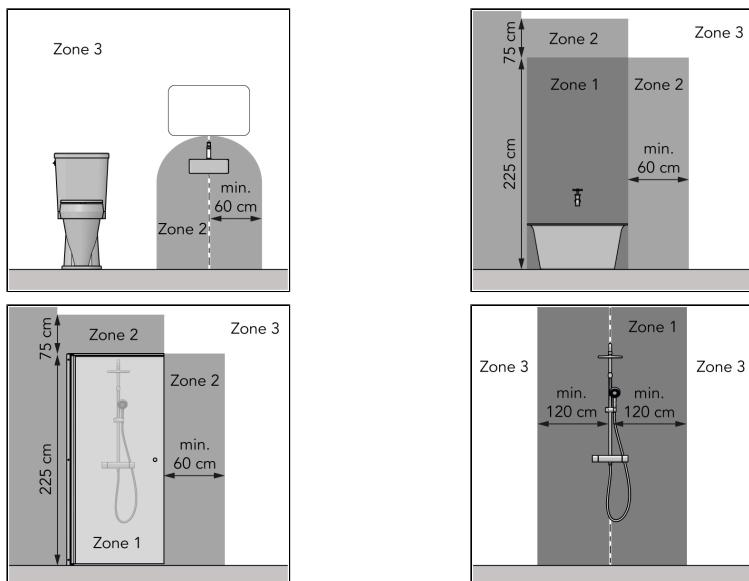

Figure 121.
- în zona a 3-a de unui grup sanitar sau a unei băi cu cadă, duș cu paravan și duș fără paravan, consultați Figure 121;